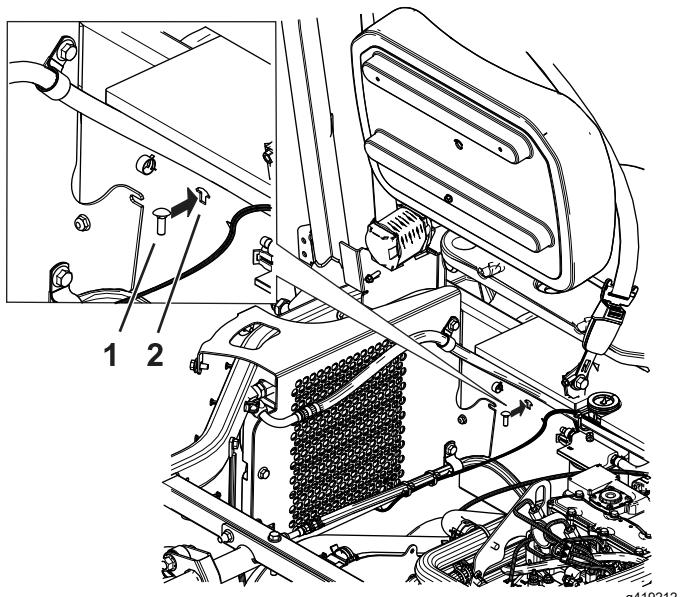

Figure 46
13. Pour les machines à moteur à essence, installez le boulon de carrosserie ($\frac{1}{4}$ " x $\frac{3}{4}$ ") et un contre-écrou ($\frac{1}{4}$ ") sur la machine, en vous servant de l'encoche prévue pour le boulon de carrosserie (Figure 46).